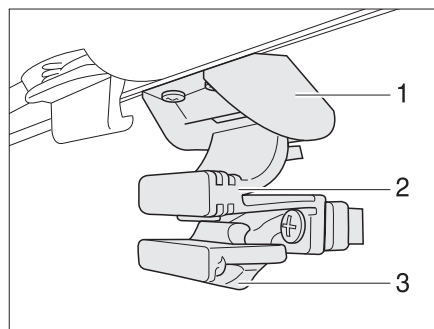

Bild 55 Fenster in der Eingangstür
*Fenster öffnen:* ■ Sicherung (Bild 55,3) nach hinten drücken.
■ Griff (Bild 55,2) zusammendrücken und Fenster nach unten schieben.
*Fenster schließen:* ■ Fenster nach oben schieben, bis der Griff (Bild 55,2) in der Verriegelung (Bild 55,1) einrastet.